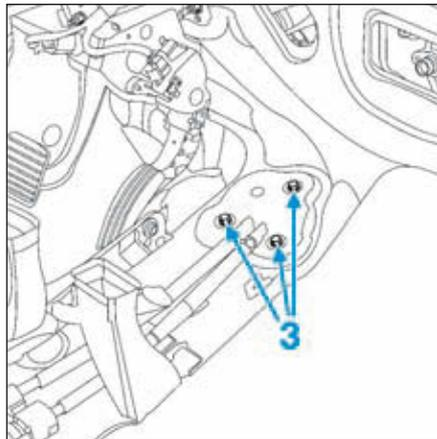

FIG.10
- les vis de fixation (3) du joint de tunnel (Fig.10),